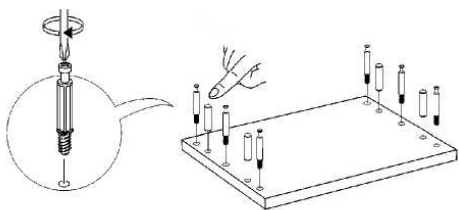

Рис. 3 - Установка шкантов и штоков эксцентриков
2.1 Ввинтите в царги (3,4) штоки эксцентриков, а также вставьте шканты. (Рис.3).